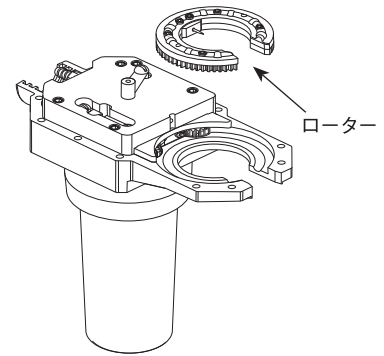

図 27：ローターを取り外す
7. ローターをモーター側ウェルド・ヘッド・ハウジングから取り外します。図 27 をご参照ください。